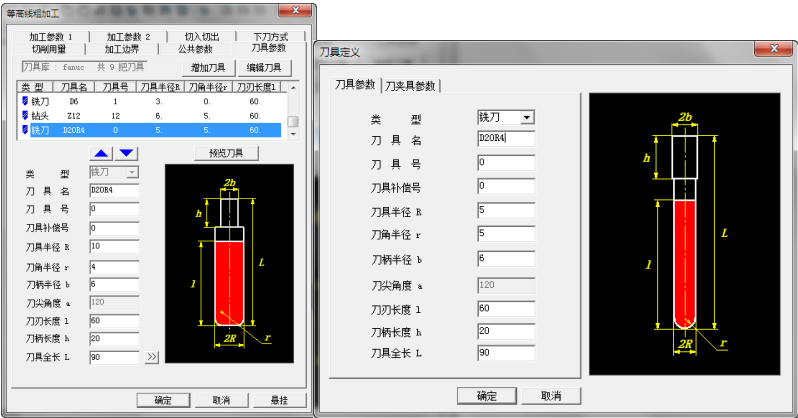

图 8-266 “刀具参数”选项卡
8) 单击“刀具参数”选项卡，单击“增加刀具”按钮，设置刀具名为 D20R4，D 代表刀具直径，R 代表刀具半径的平底刀，其他“刀具参数”数值如图 8-266 所示。